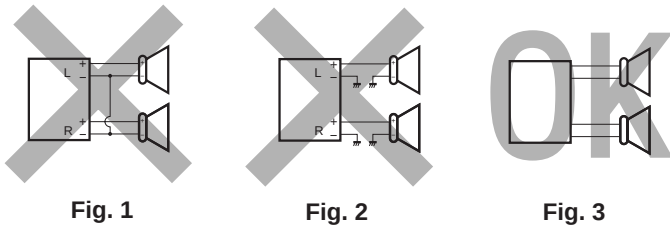

Fig. 1
- **If the speaker wiring in your car is as illustrated in Fig. 1 and Fig. 2 below, DO NOT** connect the unit using that original speaker wiring. If you do, the unit will be seriously damaged. Redo the speaker wiring so that you can connect the unit to the speakers as illustrated in Fig. 3.
- **Si el conexionado de altavoz de su automóvil es como se indica en las Fig. 1 y 2 de abajo, NO** conecte la unidad utilizando ese conexionado de altavoz original. Si lo hace, se producirán daños graves en la unidad. Vuelva a efectuar el conexionado de altavoz de manera que pueda conectar la unidad a los altavoces de la manera indicada en la Fig. 3.
- **Si le câblage des enceintes de votre voiture est réalisé comme montré sur la Fig. 1 ou Fig. 2 ci-dessous, NE CONNECTEZ PAS** l'appareil en utilisant ce câblage original d'enceintes. Si vous le faites, l'appareil sera sérieusement endommagé. Recommencez le câblage des enceintes de façon que vous puissiez connecter l'appareil aux enceintes comme montré sur la Fig. 3.